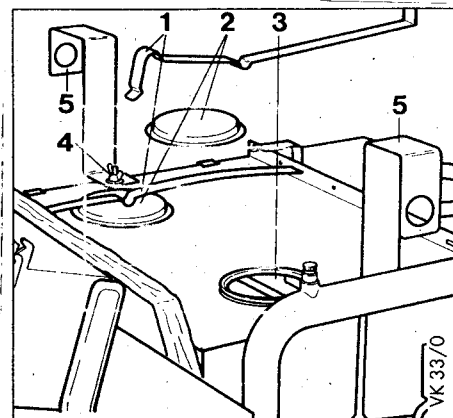

Рис.16
• Откинуть вперед щиток управления (1) рис. 16, стр. 35.
- Пожалуйста, не облакачивайтесь на щиток управления (1) и не кладите на него тяжелых предметов!
• Снимите защелкивающиеся пружины (1) на крышке (2) ревизионного отверстия (3) и откройте крышку.
- Через ревизионные отверстия (3) можно установить, требуется ли чистка теплообменника.
• Если необходима чистка теплообменника, то для чистки дымоходов (2) рис. 16 стр. 35 требуется удалить предохранитель тяги.
• Отвернуть оба крепежных болта декоративной решетки (4) рис. 16 на стр. 35 и снять декоративную решетку.
Пояснения к рис.16
- Газоходы (2) основательно почистить щеткой. Рис. 16, стр. 35.
- Повернуть и установить на место щиток управления (1) рис. 16, стр. 35.
- Декоративную решетку (4) рис. 16, стр. 35 установить на место и закрепить двумя винтами к боковым облицовочным панелям.